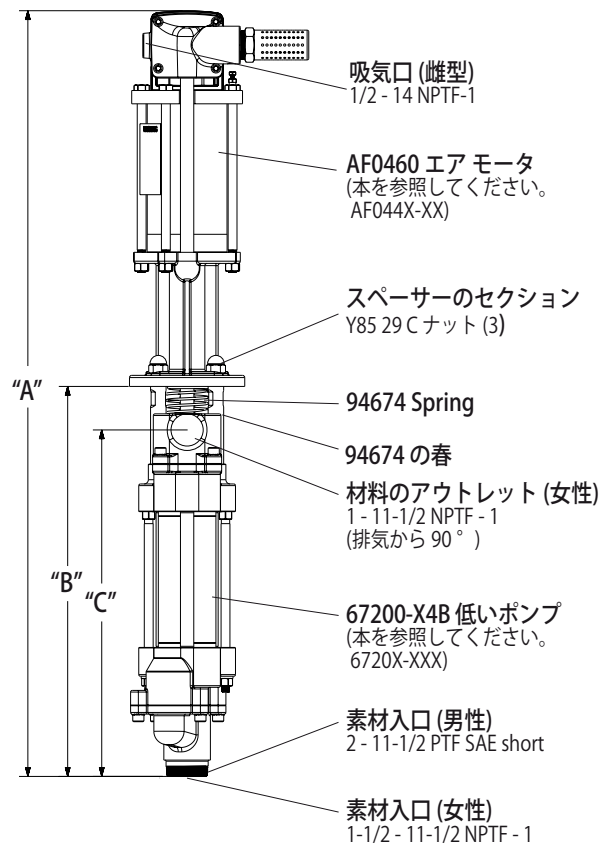

図 1
- (Y85-29-C) 番ナット 3 点を 3 つのスペーサ ロッドから取り外します (図 1 を参照)。